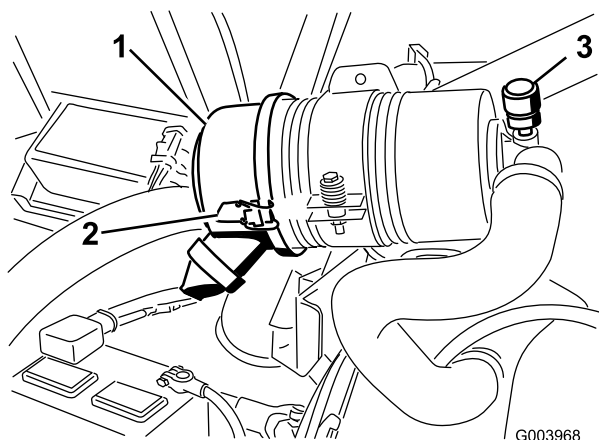

図 38
エアクリーナの整備はインジケータ（図 38）が赤色になってから行ってください。早めに整備を行っても意味がありません。むしろフィルタを外したときにエンジン内部に異物を入れてしまう危険が大きくなります。
1. エアクリーナのカバーをボディーに固定しているラッチを外す（図 38）。